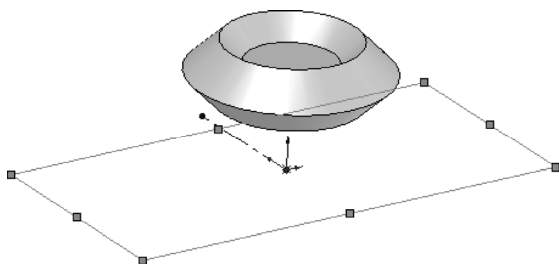
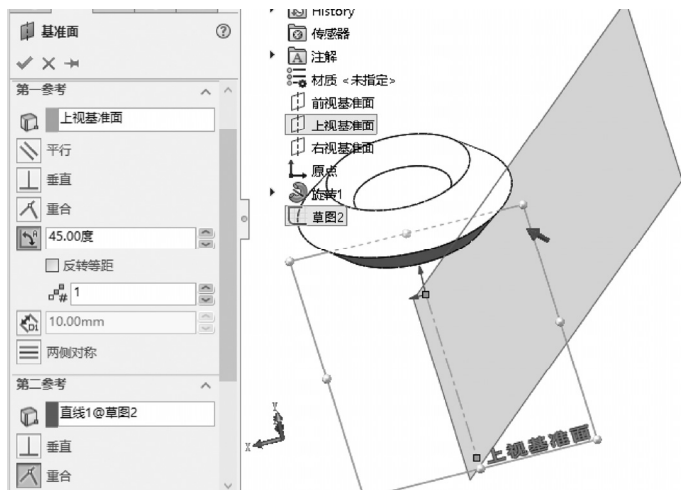
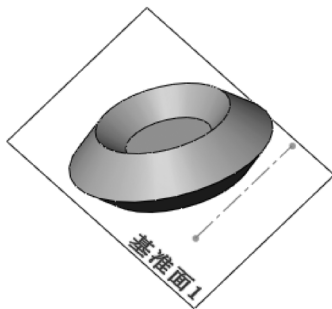

图 8-59 绘制构造线草图
图 8-60 “基准面”属性管理器
图 8-61 创建基准面
**①** 选择绘图基准面。在“FeatureManager 设计树”中选择“上视基准面”作为绘图基准面。
**②** 绘制构造线草图。单击“草图”控制面板中的“中心线”按钮, 过原点在 Y 轴方向绘制一条构造线，如图 8-59 所示。
**③** 创建基准面 1。选择菜单栏中的“插入”→“参考几何体”→“基准面”命令，或单击“参考几何体”下拉列表中的“基准面”按钮, 弹出“基准面”属性管理器，如图 8-60 所示；在“第一参考”选项框中选择“上视基准面”，在“第二参考”选项框中选择图 8-59 中的构造线草图，然后单击“第一参考”面板中的“两面夹角”按钮, 在右侧的文本框中输入角度值为“45.00 度”，单击“确定”按钮, 生成新的基准面 1，结果如图 8-61 所示。